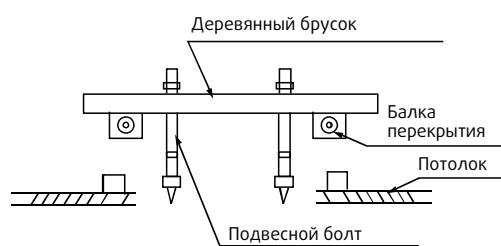

рис. 4-2
**Деревянная конструкция:** Расположите деревянный брусок над балками перекрытия, затем закрепите подвесные болты (рис. 4-2).